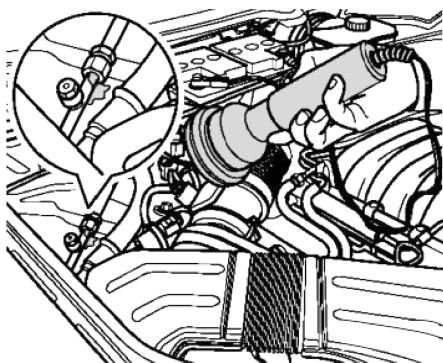

图 11-1-18 连接检漏灯
4) 如图 11-1-18 所示，将紫外线泄漏检测灯连接到 12V 的电源(车载电池)。